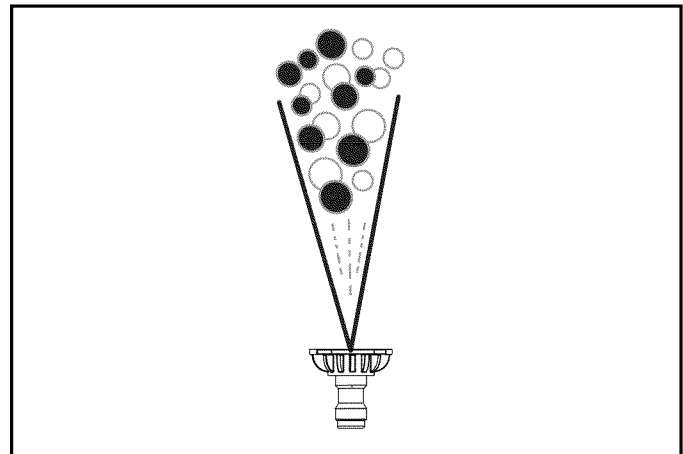

Figura 4-21. Boquilla para detergente (Negra)
- Cuando aplique detergente use solo la boquilla Negra (Figura 4-21). Solo use detergentes/jabones seguros para la hidrolavadora para ayudar a disgregar suciedad o mugre resistente sobre diferentes superficies.